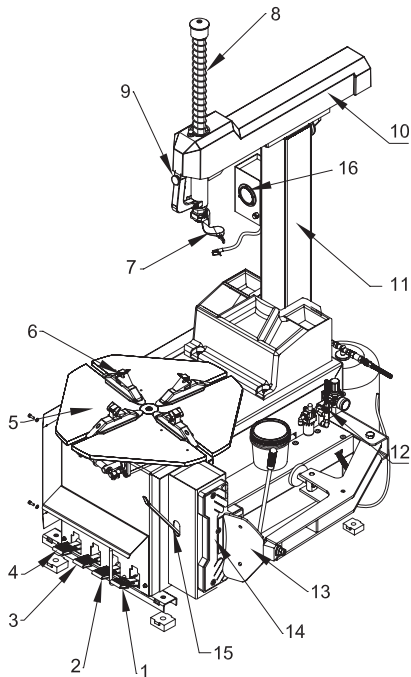

Рисунок 2 - Общий вид шиномонтажного стенда
2. Нажмите педаль вращения стола (3, рис. 2). Монтажный стол должен вращаться по часовой стрелке. Поднимите педаль. Стол должен вращаться против часовой стрелки.
3. Нажмите педаль отжима покрышки (1, рис. 2) до срабатывания лопаты отжима. При отпускании педали она должна вернуться в исходное положение.
4. Нажмите педаль зажима кулачков (2, рис. 2) для разведения кулачков. При повторном нажатии на педаль кулачки сходятся.
5. Нажмите на спусковой крючок на пистолете накачки для выпуска воздуха из наконечника (16, рис. 2).
2. Установите колесо на монтажный стол (4, рис. 2).
- Поместите четыре кулачка (6, рис. 2) в положение, отмеченное маркировкой на столике, выжимая до половины вниз педаль зажима (2, рис. 2).
4. Опустите штангу (8, рис. 2), пока монтажная головка (7, рис. 2) не ока-
6. Поднимите закраину покрышки на носик монтажной головки. Для этого вставьте монтажную лопатку между закраиной шины и носиком монтажной головки, затем приподнимите педаль вращающегося стола (3, рис. 2).
7. Удерживая монтажную лопатку (15, рис. 2) в нужном положении, вращайте стол по часовой стрелке, полностью выжав педаль вращения стола. Продолжайте, пока шина полностью не отделится от обода.
3. Зафиксируйте обод колеса при помощи внутренних частей кулачков (6, рис. 2).
**Замечание:** Если вы работаете с ободами одного и того же размера, нет необходимости постоянно фиксировать и освобождать штангу. Вместо этого сдвиньте в сторону консоль (10, рис. 2) с зафиксированной штангой (8, рис. 2).
1. Чтобы накачать шину, вставьте наконечник пистолета для накачки (16 рис. 2) в сосок шины при положении запирающего рычажка «UP» («вверх»). Убедитесь, что сопло плотно обхватывает сосок.